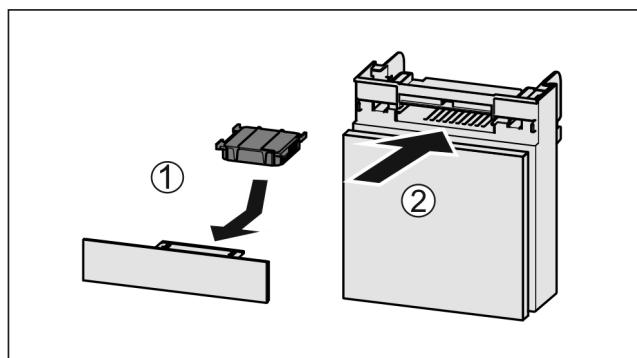

Fig. 127
- Вставити фільтр з активованого вугілля за малюнком Fig. 127 (1).
- Вставити відділення Fig. 127 (2).